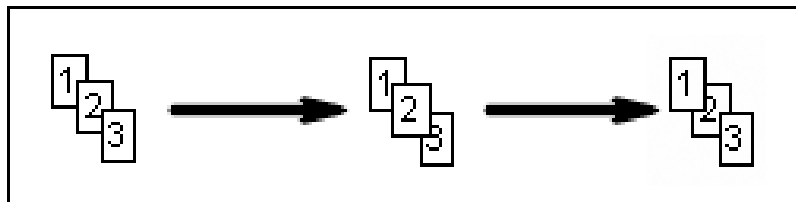

Рисунок 319
На **Панели инструментов для выносок** находятся еще два инструмента – **Переместить по порядку вверх** и **Переместить по порядку вниз** . Они используются для изменения порядка наложения выносок (рисунок 319). Данные инструменты работают как для одной выноски, так и для группы выносок:
1) Выделите выноску 2 (левая часть рисунок 319).
2) Выберите инструмент **Переместить по порядку вверх** . При этом произойдет перемещение выбранной выноски (или группы выносок) на самый верхний уровень (средняя часть рисунок 319).
3) Выберите инструмент **Переместить по порядку вниз** . При этом произойдет перемещение выбранной выноски (или группы выносок) на самый нижний уровень (правая часть рисунок 319).